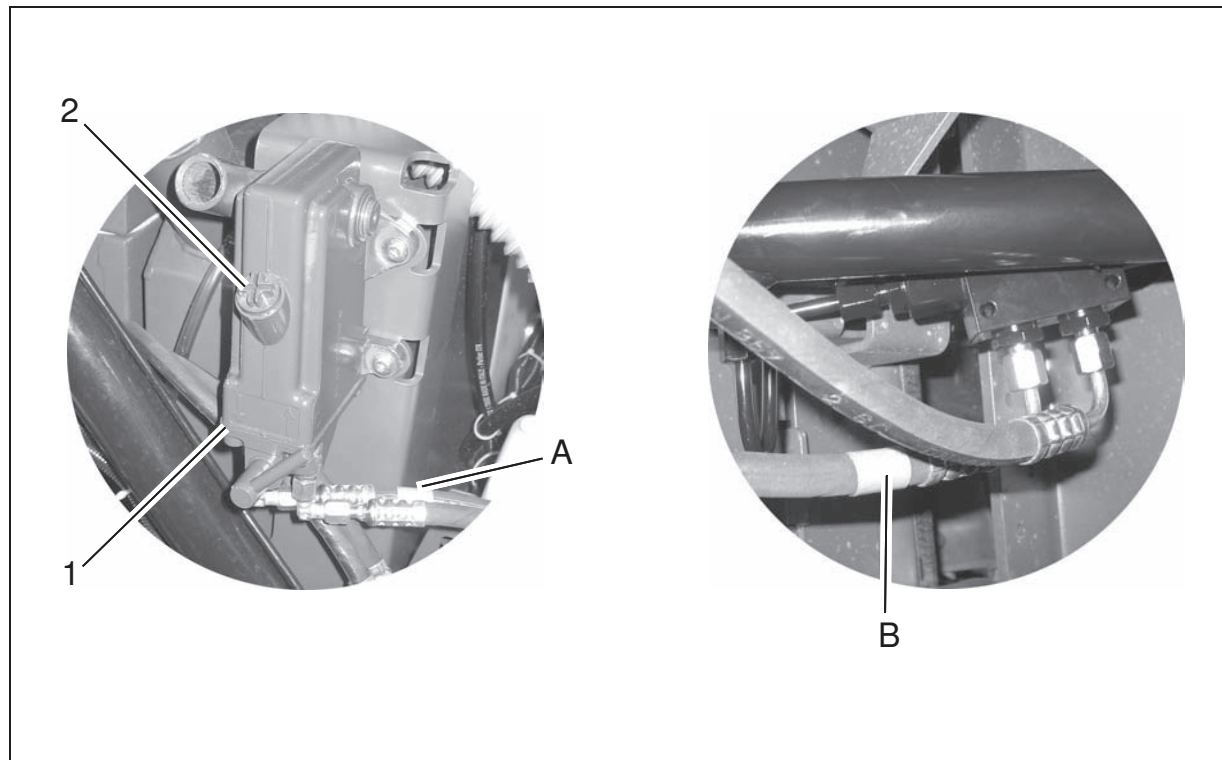

Abb.6
7. Beide Hydraulikschläuche (Abb. 6/A und B) von der Handpumpe (Abb. 6/1), unterhalb des Steuerblocks bis nach vorne zum Hydraulikzylinder (Abb. 6/2) verlegen.
9. Öleinfüllöffnung (Abb. 6/2) an der Handpumpe öffnen und Hydrauliköl z.B. von Mobiloil: DTE 25 auffüllen. Füllmenge: ca. 0,5 Liter. Ölstand: Unterkante der Einfüllöffnung.